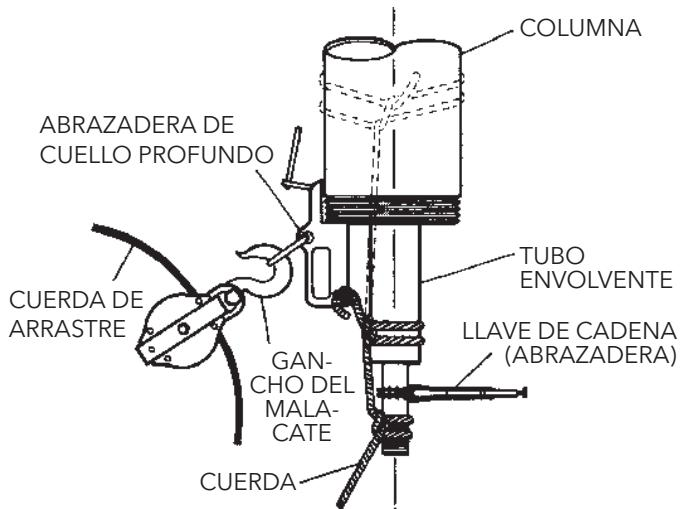

Figura 8
1. Inserte las secciones del tubo (654) y del eje (646) en la sección de la columna.
2. Ponga una abrazadera de izaje justo debajo del extremo superior de la columna y empálmela firmemente contra el acoplamiento del tubo de la columna (645). Para columnas con bridas, ponga la abrazadera de izaje justo debajo de la brida.
3. Ponga una eslinga al gancho del malacate. Ate el extremo inferior del eje (646) a la columna (644) por medio de una cuerda sujetada a la abrazadera de cuello profundo fijada al extremo inferior de la columna. (ver Figura 8). Coloque un ballestrinque o doble medio-nudo alrededor del tubo envolvente y luego alrededor del eje en el área de la rosca. La Figura 8 muestra también el método alterno (líneas punteadas).